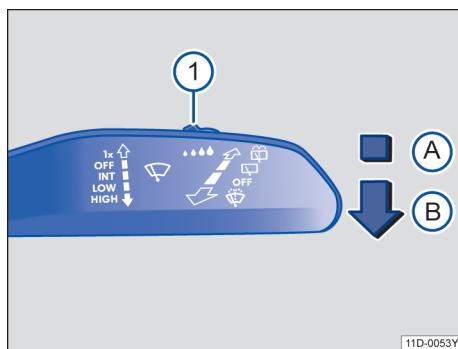

图 79 车窗玻璃刮水器操作杆：调节雨量传感器 ①
雨量光线传感器的灵敏度可以通过车窗玻璃刮水器操纵杆中的开关→图 79①→第 74 页手动调节。
将操纵杆按压到所需位置→图 79：